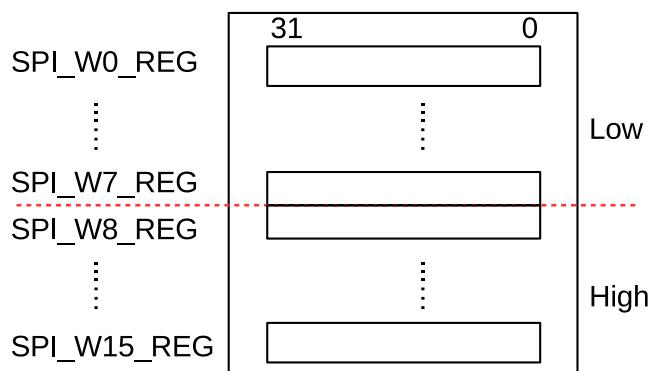

图 30-2. CPU 控制的传输中使用的数据 Buffer
GP-SPI 提供了 16 个 32-bit 的数据 buffer，即 `SPI_W0_REG ~ SPI_W15_REG`，见图 30-2。CPU 控制的传输表示在该次传输中发送的数据来自数据 buffer 或接收的数据存入数据 buffer。在这种传输方式下，每次传输事务均需要先配置相关寄存器，然后由 CPU 来触发。因此，CPU 控制的传输只能是单次传输，即仅包含一次传输事务。CPU 控制的传输支持全双工通信和半双工通信。
- SPI Buffer**: `SPI_W0_REG ~ SPI_W15_REG`，见图 30-2。CPU 控制模式下传输的数据在 SPI buffer 中准备。